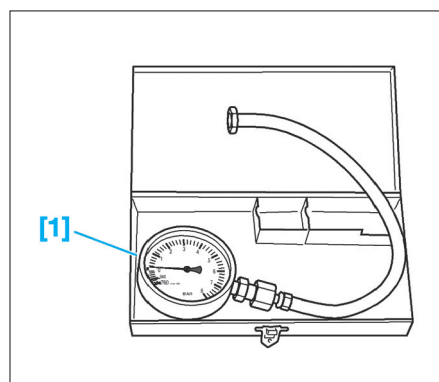

FIG. 40
- Coffret [1] référencé (PSA) 1503-ZU (Fig.40).